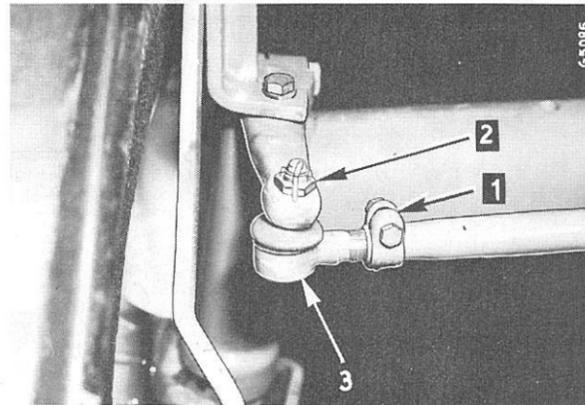

Fig. 88
Pour régler le pincement, desserrez le boulon et le collier (1) Fig. 88. Retirez la rotule (3) de son support et raccourcissez ou rallongez la barre d'accouplement en vissant ou en dévissant la rotule. Les deux barres d'accouplement doivent être réglées d'égale longueur.